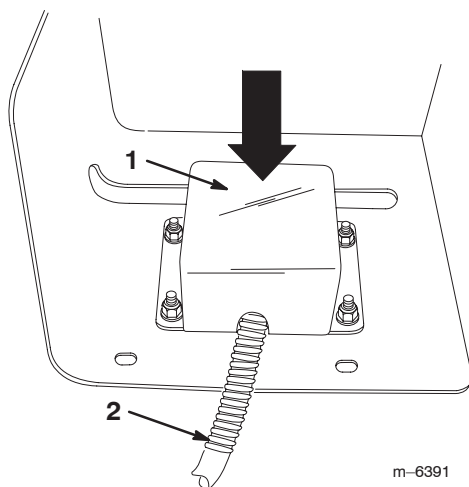

Figure 27
15. Placez le couvercle sur les interrupteurs et les fils (Fig. 27) et fixez-le en position avec 4 boulons à embase (1/4 x 3/4 pouce) et 4 écrous à embase (1/4 pouce).